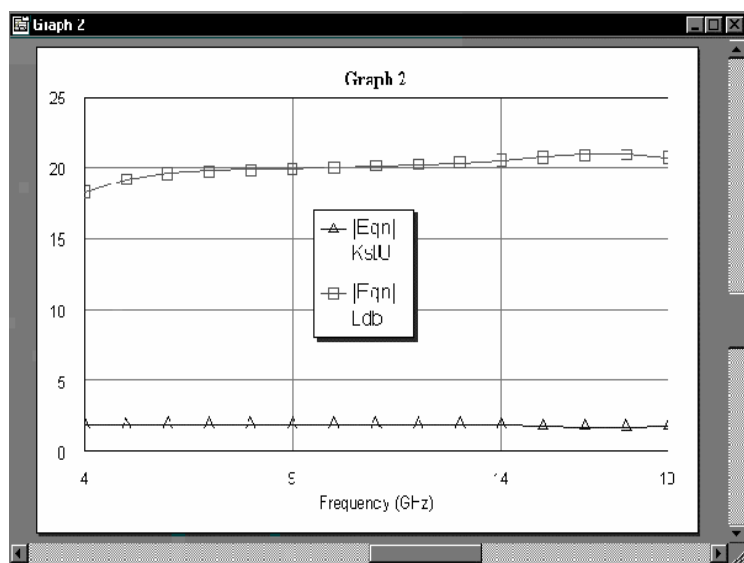

Рис. 2.28
- Щёлкните левой кнопкой мышки по значку **Analyze** на панели инструментов. Результаты анализа отображаются на графике рис. 2.28.